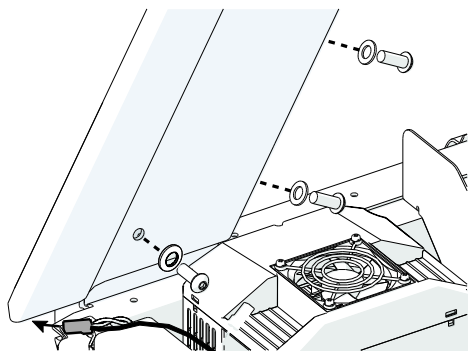

Рисунок 1
3. Поместите вертикальную стойку (правая сторона) на боковую скобу основания рамы. Пропустите кабель передачи данных из привода беговой дорожки через кабельный канал в вертикальной стойке снизу вверх (см. рис. 1).